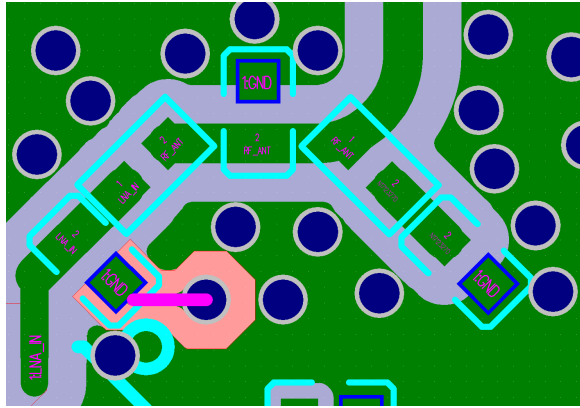

图 23: ESP32-S3 系列芯片四层板射频短截线设计
- π 型 CLC 匹配网络中靠近芯片侧对地电容的 GND 焊盘与地之间建议增加短截线，可有效抑制二次谐波。短截线的长度建议为 15 mil，线宽根据 PCB 叠层结构进行确定，确保短截线的特征阻抗为 $100\ \Omega \pm 10\%$ 。此外，短截线地孔与第三层相连，第一、二层做 keep-out 隔离处理。图 23 中的高亮走线即为短截线。当 π 型匹配网络元器件封装为 0201 以上时，则无需做短截线处理。